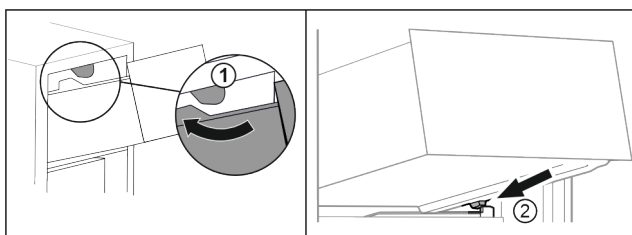

Fig. 95
- Far passare il cassetto sui fermi superiori. Fig. 95 (1)
- Applicare il cassetto inclinandolo dietro i fermi inferiori sulla nervatura del contenitore. Fig. 95 (2)